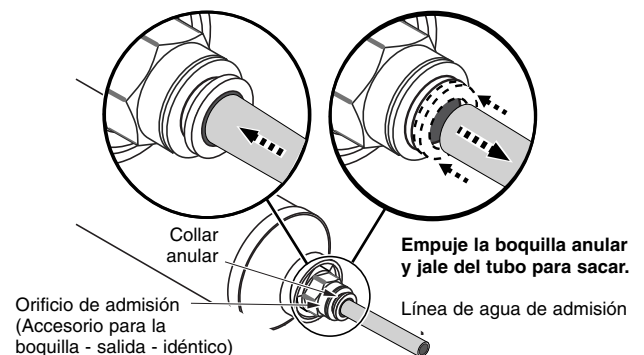

Figura 2
2. Saque la tubería de los extremos de la unidad. Ver la Figura 2.